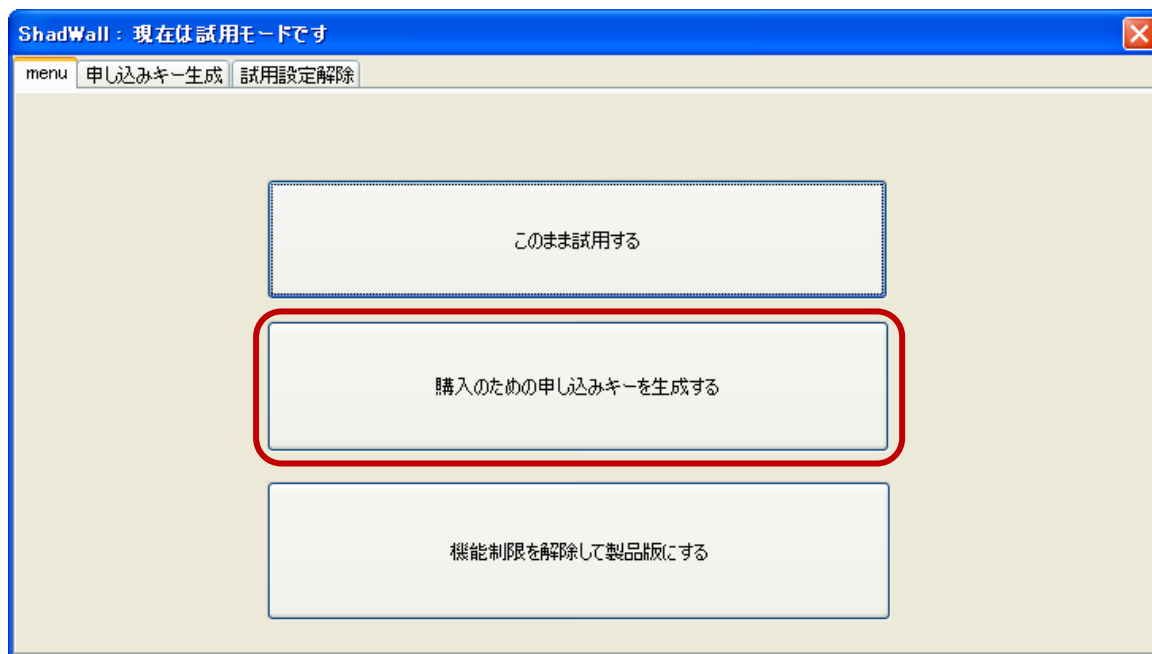

図 4-1 購入申し込みキー生成画面の選択
(1)起動時の画面で、図4-1に示している“購入のための申し込みキーを生成する”を左クリックします。